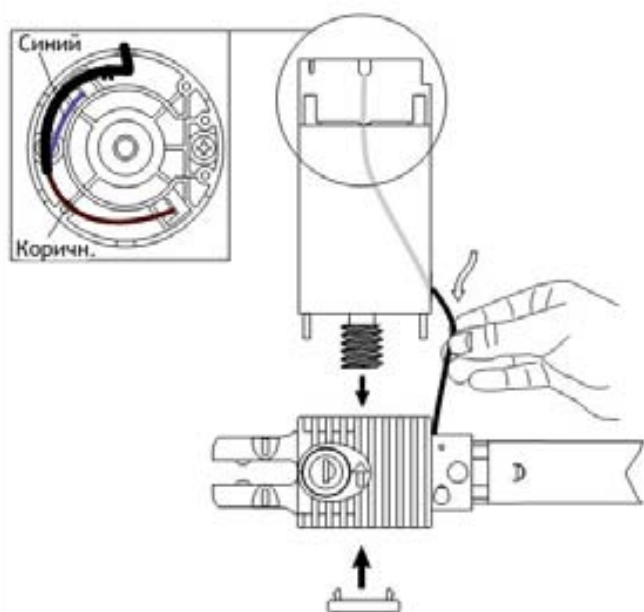

Рис. 9
- в этом положении зубчатого редуктора поставьте мотор и заглушку, проложите кабели (рис. 9).